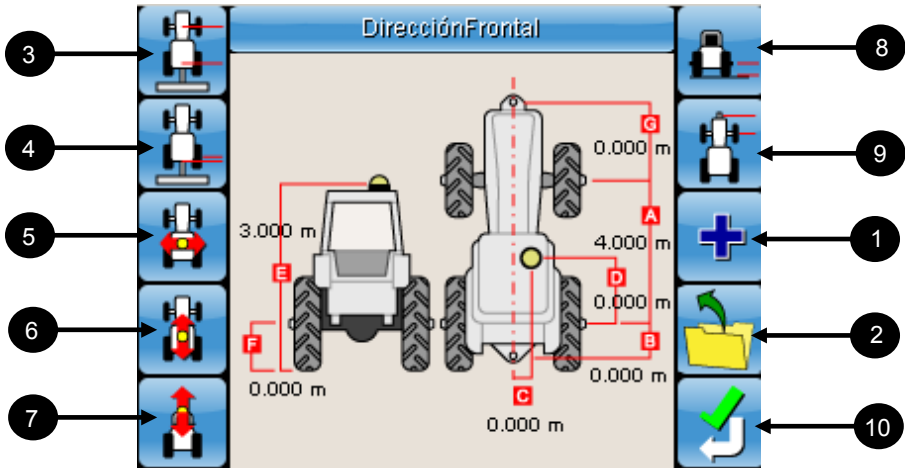

Figura 6-30. Pantalla de configuración de la ubicación de la antena de GPS
1. Seleccione  (figura 6-30) para crear una nueva configuración de la ubicación de la antena de GPS.
2. Presione  (figura 6-30) para elegir una configuración de la ubicación de la antena de GPS guardada anteriormente.
1. Seleccione  (figura 6-30) para ingresar en la **pantalla de tipo de vehículo nuevo** (figura 6-31).